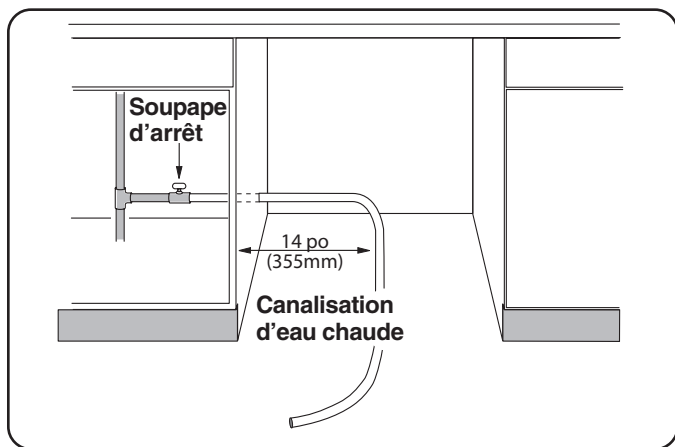

Figure 6
Installer une soupape d'arrêt accessible (non fournie) sur la canalisation en eau chaude, comme à la **figure 6**. Une soudure doit être faite avant que la canalisation en eau soit branchée sur la soupape d'entrée d'eau du lave-vaisselle. L'eau peut être fournie à l'appareil à l'aide d'une canalisation bridée. Vérifier auprès des quincailleries concernant les tuyaux appropriés et les coudes 90°.
**REMARQUE :** Quel que soit l'endroit où entre la canalisation en eau chaude (voir directives page 8), positionner la canalisation à 14 po (355 mm) depuis le côté gauche de l'endroit, comme à la **figure 6**.